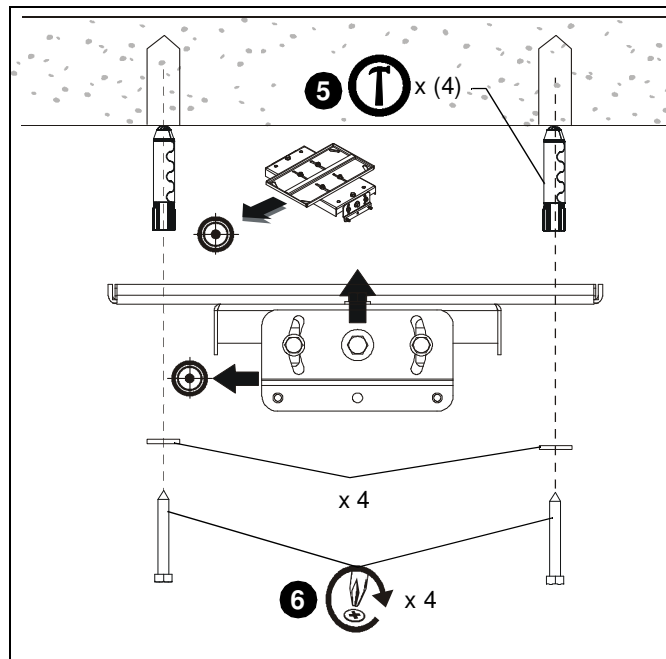

Abb. 6
5. Stecken Sie vier (nicht mitgelieferte) Fischer-UX8- oder Toggler-AF8-Betondübel in die Vorbohrungen und schlagen Sie sie mit dem Hammer ein, bis sie bündig mit der Befestigungsfläche abschließen. (Siehe Abb. 6)
6. Befestigen Sie das LPK1 mit der daran befestigten (nicht mitgelieferten) VCM mithilfe von vier (nicht mitgelieferten) 5/16"-Unterlegscheiben und vier (nicht mitgelieferten) 5/16" x 2-1/2"-Ankerschrauben an der Konstruktion. (Siehe Abb. 6)